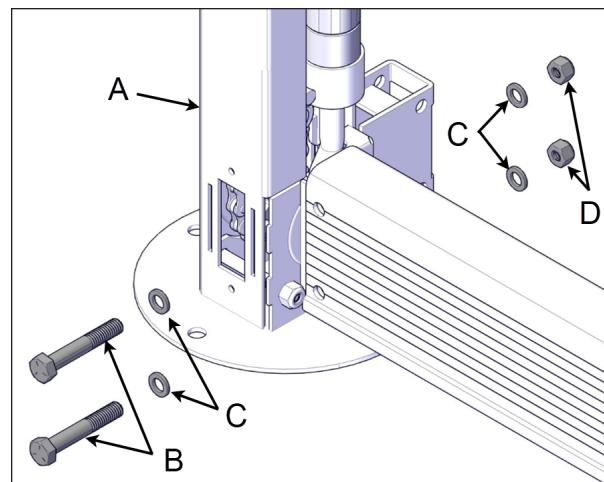

FIGURE 38: INSTALLATION DU PROFILÉ EN U LONG
10. Installer le profilé en U long en aluminium sur l'arbre d'entrainement gauche et bien l'aligner avec les vérins côté moteur et côté sans moteur. En utilisant une clé à rochet et une douille de 13 mm (1/2 po), fixer le profilé en place avec, par extrémité, 2 vis de 5/16-18 x 2 po, 2 écrous avec insertion en nylon de 5/16-18 et 4 rondelles plates de 5/16 po (2 par côté), voir Figure 38.
L'arbre d'entrainement pourrait se déconnecter à cette étape et il est plus facile de le reconnecter si les vis ne sont pas complètement serrées, voir Figure 38.